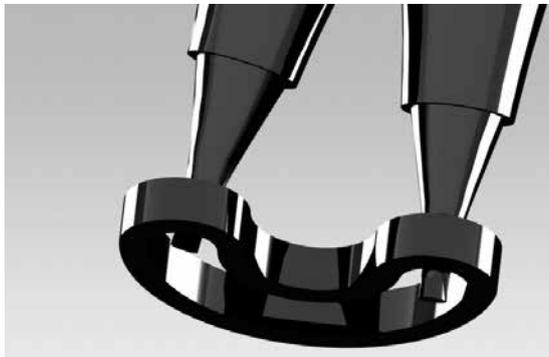

Abbildung 13
Setzen Sie die Dichtungen (20) der Membranwelle in die Nut des Mittelgehäuses, indem Sie sie mit einer Zange mit Sicherungsring nierenförmig zusammendrücken (siehe Abb. 13).